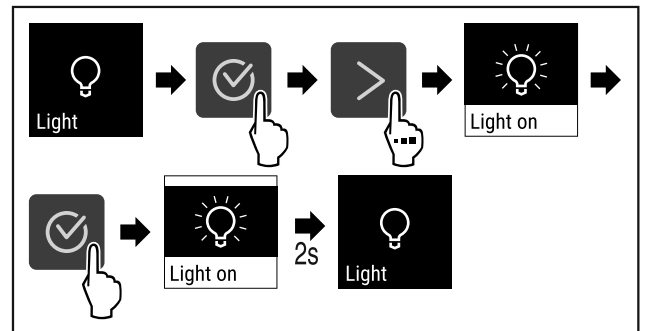

Fig. 68
- ▶ Obavite korake postupka (pogledajte Fig. 68).